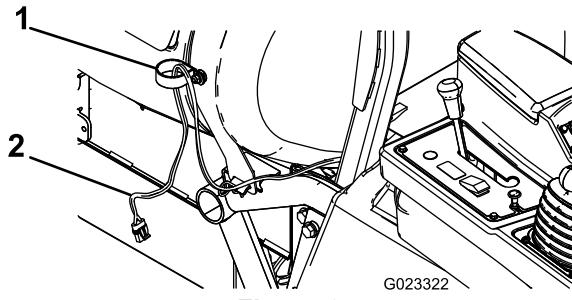

Figura 3
5. Encaminhe a extremidade da bobina de tubagem da cablagem através do grampo em R como se mostra em Figura 3.